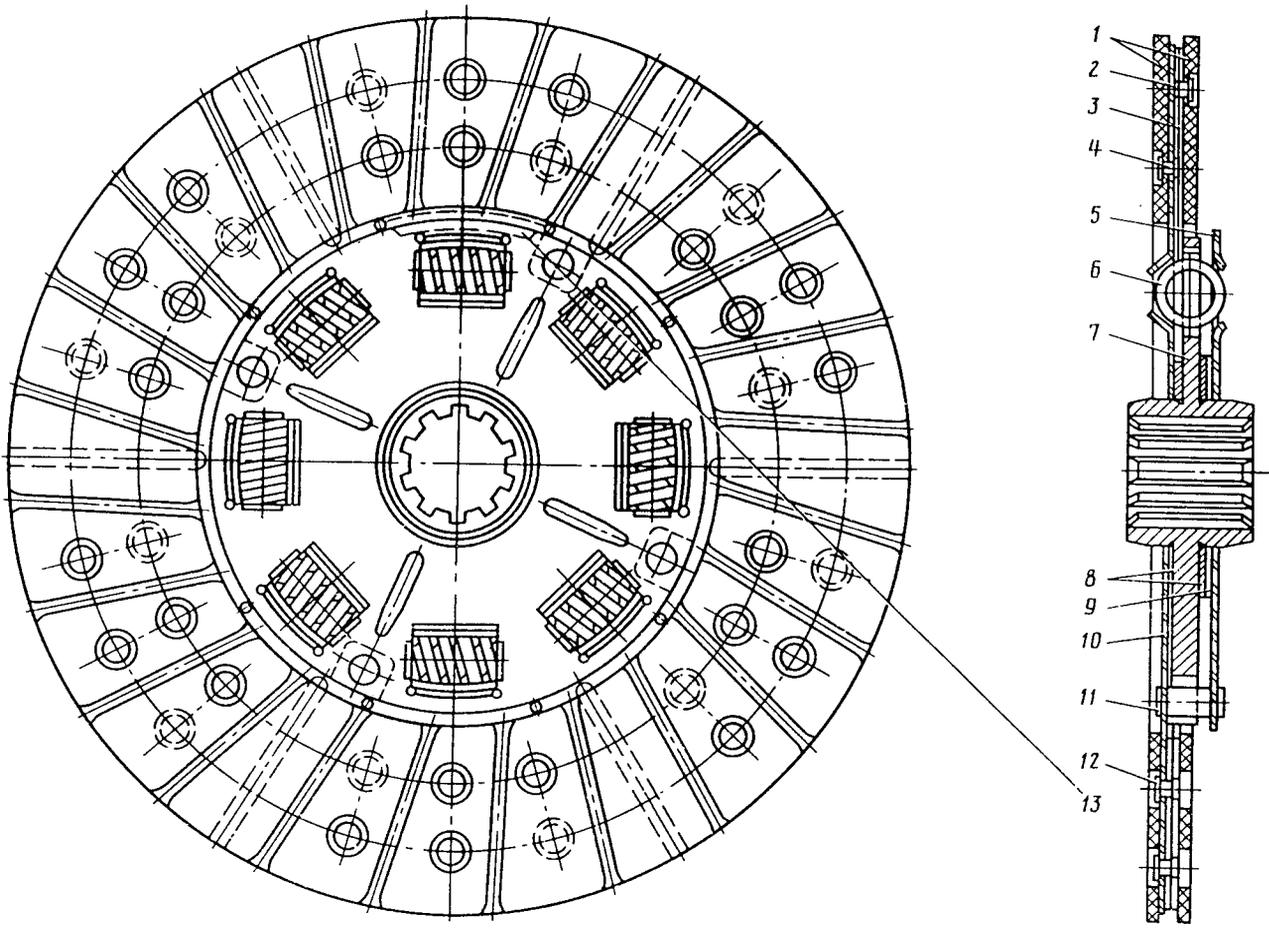

Bild 75. Kupplungsmitnehmerscheibe:
2. Mitnehmerscheibe verformt (Bild 75)	2. Scheibe richten bzw. ersetzen